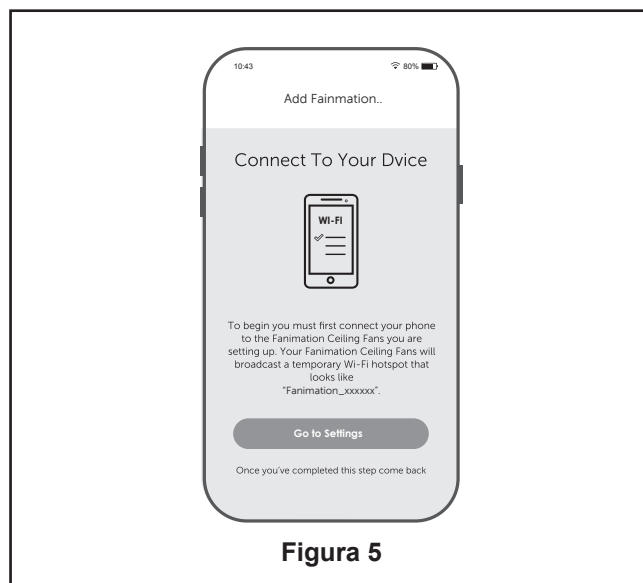

Figura 5
5. Asegure el vidrio en la ensamble de kit de iluminación girándolo en el sentido de las agujas del reloj. Gire el vidrio gradualmente **hasta que encaje en la ensamble de kit de iluminación.** Sin apretar demasiado. (Figura 5)
5. Instale las pila de 3V en el transmisor del mando a distancia. Mientras el ventilador esté apagado. (Figura 5)
5. En este paso, el receptor WiFi de su ventilador de techo debe estar instalado y dentro del rango de su router WiFi. Con la App abierta, seleccione “añadir dispositivo”. (Figura 5)